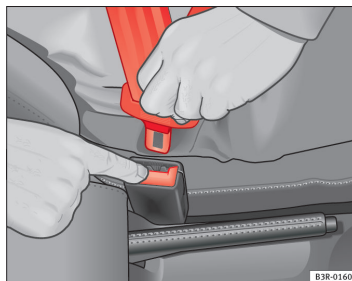

Fig. 15 Frigørelse af låsetap fra selelås
- Tryk på den røde knap på selelåsen ⇒ Fig. 15. Låsetappen springer ud ⇒ .